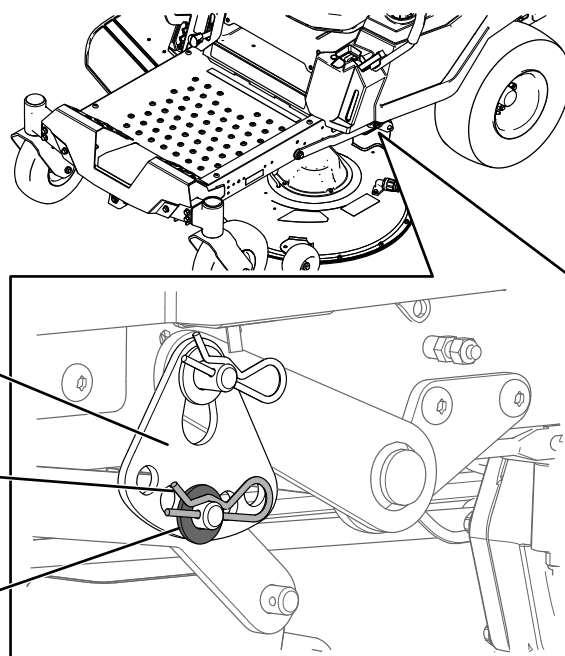

Figura 68
6. Retire la chaveta y la arandela del pasador del brazo de elevación inferior (Figura 68).